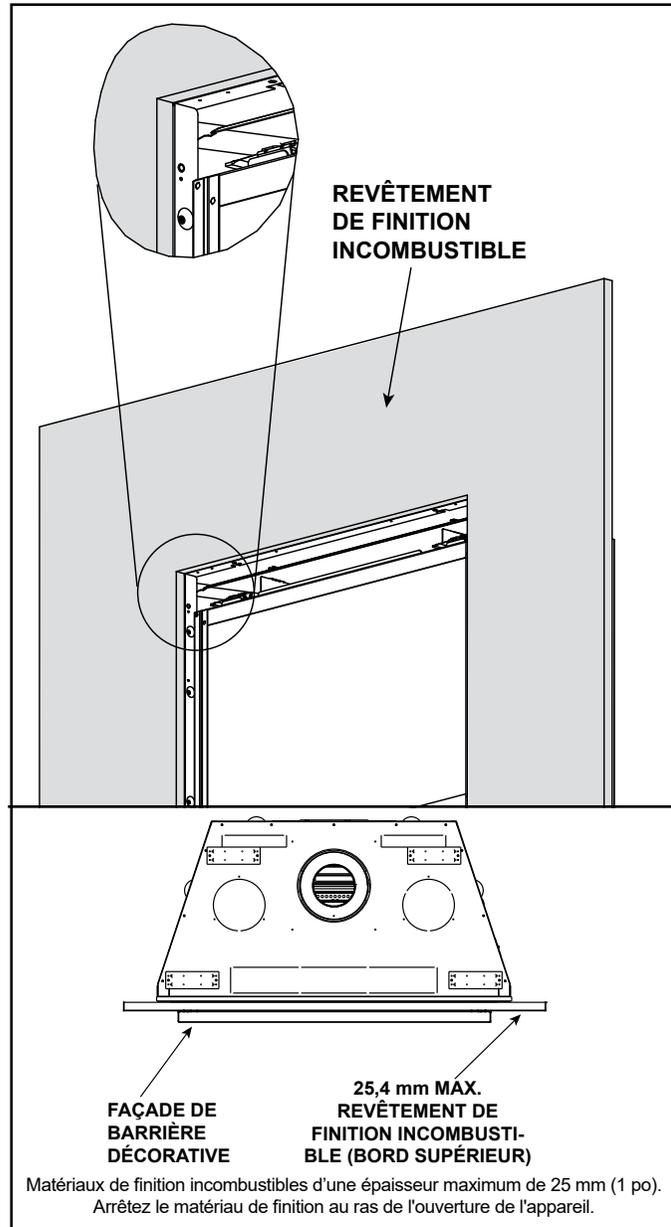

Figure 10.13 Matériaux de finition incombustibles d'une épaisseur de 25 mm (1 po) ou moins - Façades à ajustement superposé
- A. Matériau de finition d'une épaisseur de 25 mm ou moins : Utiliser avec les façades à ajustement superposé. Les bandes de finition ne sont pas nécessaires. Voir la figure 10.13.